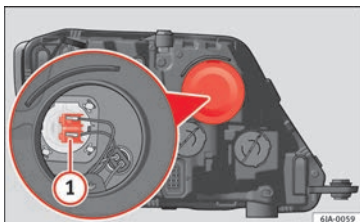

Abb. 90 Glühlampe für Fernlicht auswechseln
- Ziehen Sie den Stecker » **Abb. 90 ①** nach außen ab.